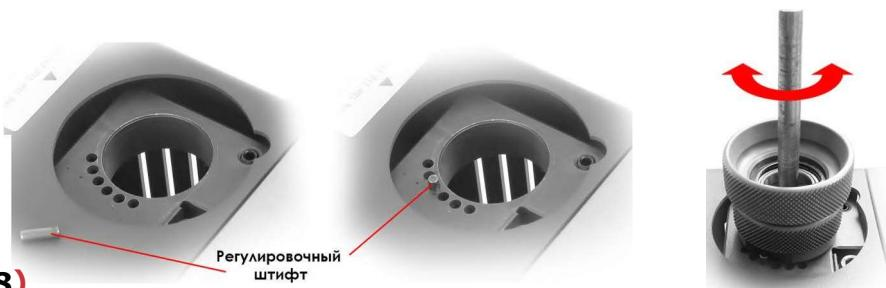

Рис.7
3. Наполовину вынув зажимной патрон из заточного узла, поверните его на 180 градусов и повторите операцию по заточке второй режущей кромки. (Рис. 7)